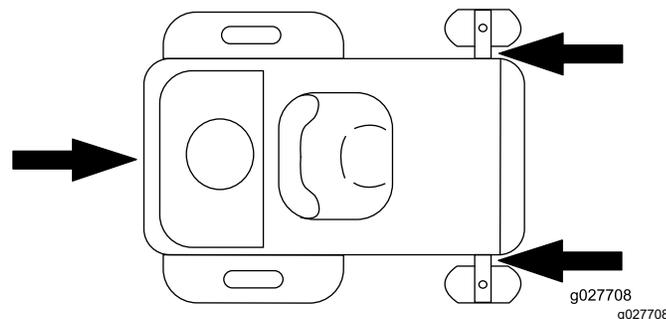

Figura 35
6. Ancorate la macchina in prossimità delle ruote orientabili anteriori e del telaio posteriore con cinghie, catene, cavi o corde (Figura 35). Fate riferimento ai regolamenti locali per i requisiti di ancoraggio.